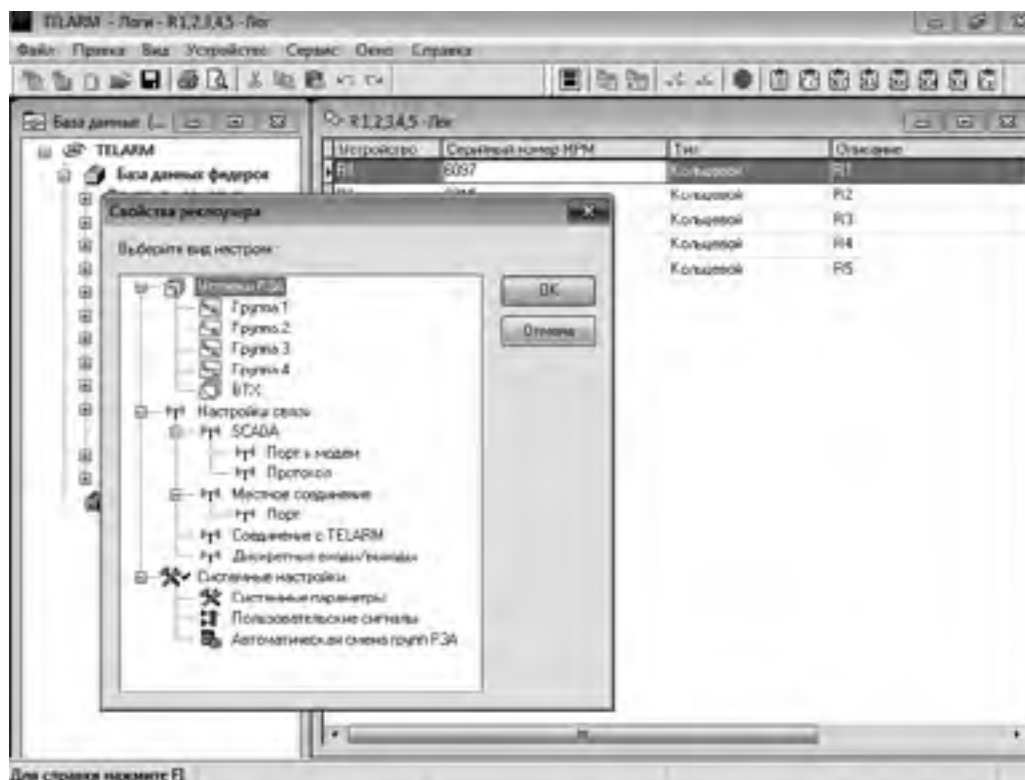

Рис. 4.23. Выбор настроек для редактирования
2. Открыть свойства реклоузера нажатием правой клавиши мыши и выбрать настройки для редактирования (см. Рис. 4.23).